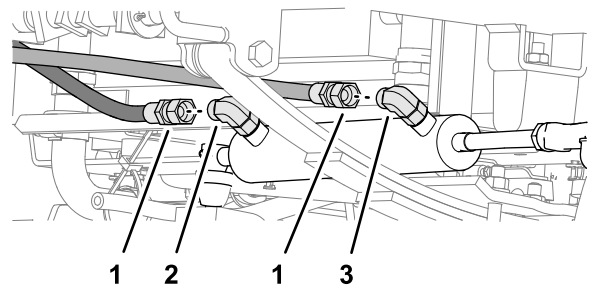

Bild 73
1. Trennen Sie die Lenkzylinderschläuche von den 90°-Anschlussstücken in den Arbeitsanschlüssen (Aus- und Einfahren) des Lenkzylinders (**Bild 73**).